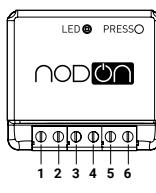

figura 3
- ⑤ Para facilitar la conexión, desenrosque los 6 tornillos del adaptador para carril DIN.
- ⑥ Instale el adaptador que contiene el módulo en el carril DIN del cuadro eléctrico.
- ⑦ Conecte los terminales de acuerdo con su módulo según el diagrama (ver la figura 3).